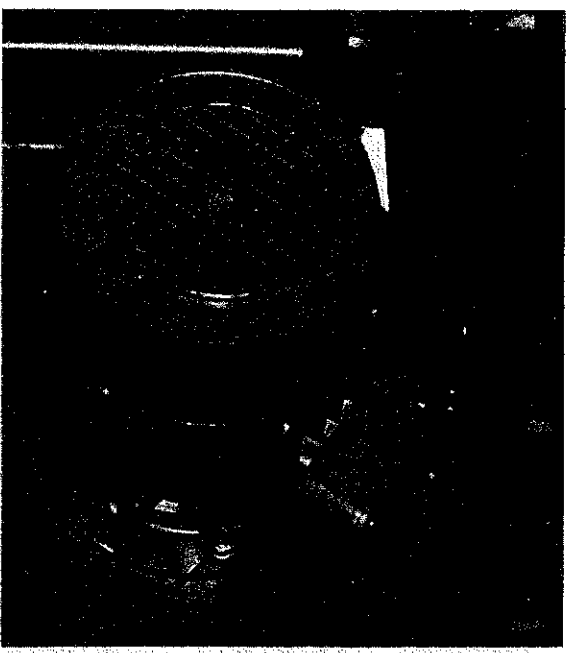

FIG 26
3. Loosen 2 - M12 nuts "A", FIG.26.